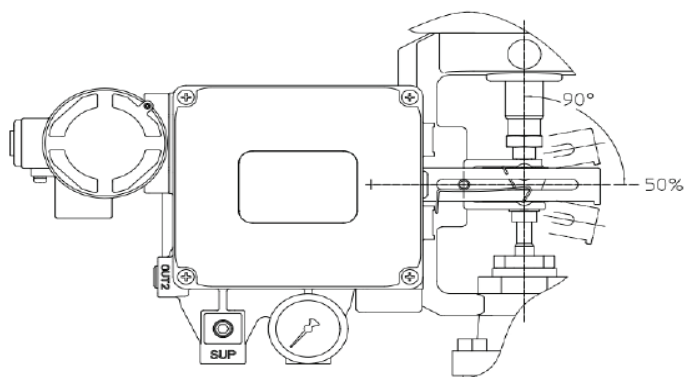

Fig. 9 Alavanca de realimentação e haste da válvula
4. Conecte o suprimento de ar ao atuador para posicionar a válvula no meio do curso, consulte a Fig. 9.